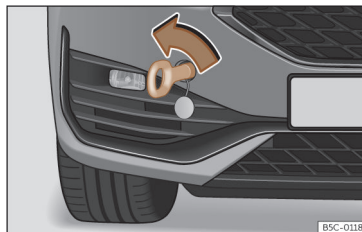

Fig. 208 Parte direita do para-choques dianteiro: argola de reboque enroscada.
- Enrosque a argola de reboque no alojamento girando-a ao máximo **no sentido contrário ao dos ponteiros do relógio** >>> **Fig. 208**, >>> ⓘ.